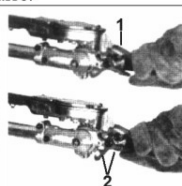

Fig.HT6
2. Avec l'index de votre main gauche, pressez le verrou. Avec votre pouce gauche, pressez la serrure de verrou. Voir le Fig.HT6